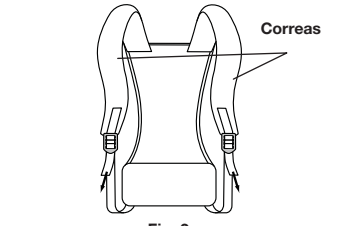

Fig. 2
- Hale los tirantes de las correas hacia abajo para apretarlas (Fig. 2).